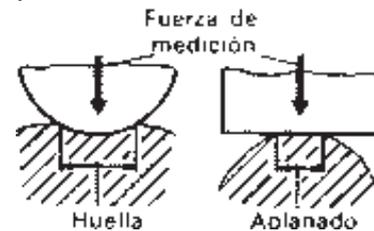

Fig. 1
**Errores debidos a las fuerzas.** Las superficies de medición del instrumento deben apretarse contra la pieza con una fuerza determinada. Si esta fuerza es excesiva, el instrumento se dobla y los puntos de contacto se aplastan (Fig. 1).
**Errores del instrumento.** El juego, desgaste y rozamiento de las piezas móviles. Error de lectura por paralaje. Si las subdivisiones de la escala de un instrumento de medición no están en el mismo plano de la pieza, puede producirse un error de lectura si se mira lateralmente. Lo mismo ocurre con la distancia de una aguja a la escala (Figs. 1 y 2).